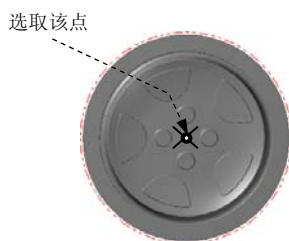
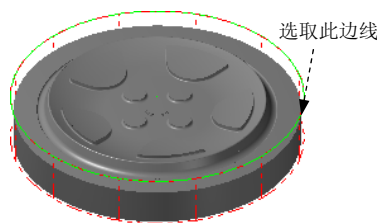
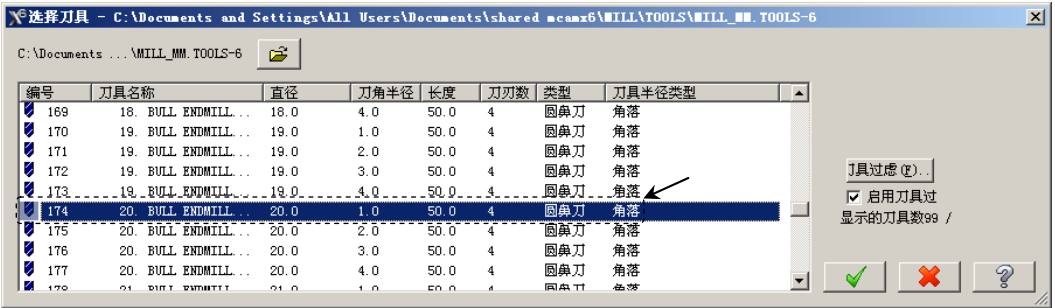

图 15.4 定义基准点
图 15.5 绘制圆形边界
图 15.7 “选择刀具”对话框
Step1. 绘制圆形边界。单击顶视图 按钮，选择下拉菜单 C 绘图 A 圆弧 C 圆心+点... 命令，系统弹出“编辑圆心点”工具栏。在图形区中选取图 15.4 所示的点作为绘制圆弧的圆心点，然后在 后的文本框中输入 460，按 Enter 键。单击 按钮，完成圆形边界的绘制，结果如图 15.5 所示。
(2) 设置加工边界。在 **边界范围** 区域中单击  按钮，系统弹出“串连选项”对话框。在图形区中选取图 15.5 所示的边线，单击  按钮，系统返回至“刀具路径的曲面选取”对话框。
(3) 单击  按钮，完成加工区域的设置，同时系统弹出“曲面粗加工挖槽”对话框。
Step5. 选择刀具。在“曲面粗加工挖槽”对话框中，单击 **选择刀具...** 按钮，系统弹出“选择刀具”对话框，在该对话框的列表框中选择图 15.7 所示的刀具。单击  按钮，关闭“选择刀具”对话框，系统返回至“曲面粗加工挖槽”对话框。